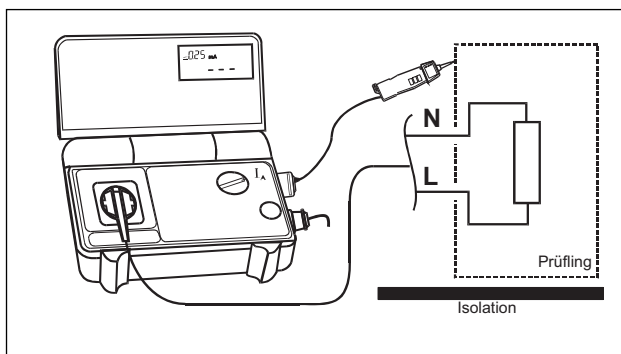

Abb.7.30
- Mit COMMANDER 1 alle berührbaren, leitfähigen Teile des Prüflings abtasten (Abb. 7.30).